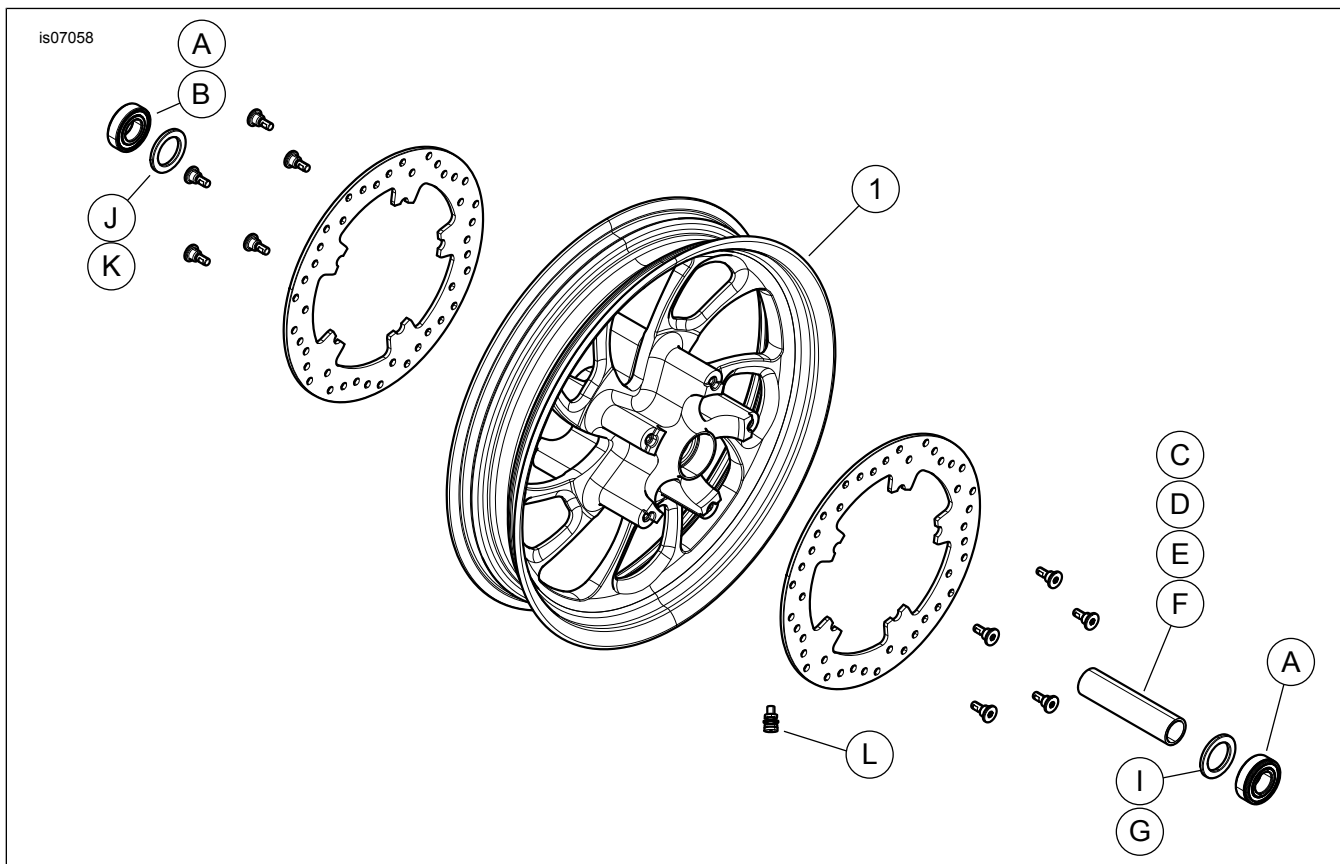

Abbildung 1. Ersatzteile: „Blade“-Vorderradsätze
2. Siehe Abbildung 1. Die Ventilschaft-Baugruppe (L) am Rad anbringen. Siehe REIFEN im Werkstatthandbuch.